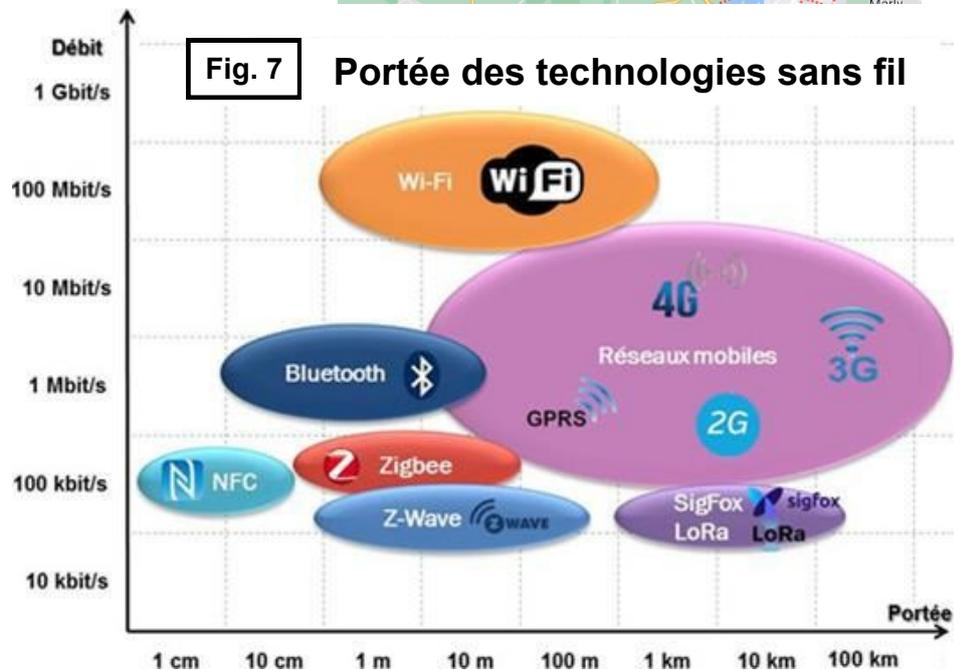

Fig. 7
4.1 D'après les données sur la portée des technologies sans fil (Fig. 7), compléter le tableau ci-dessous en choisissant la technologie qui convient.